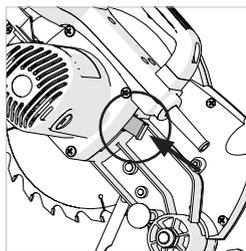

Fig. 26
- Premere il pulsante nero pergolato lucchetto per bloccare il pergolato . **(Fig. 26)**